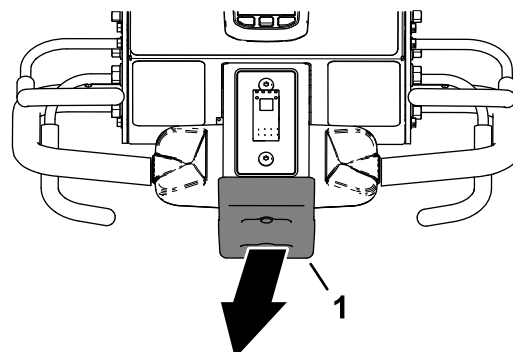

Figura 99
2. Aléjelo del interruptor de parada de emergencia (Figura 99)